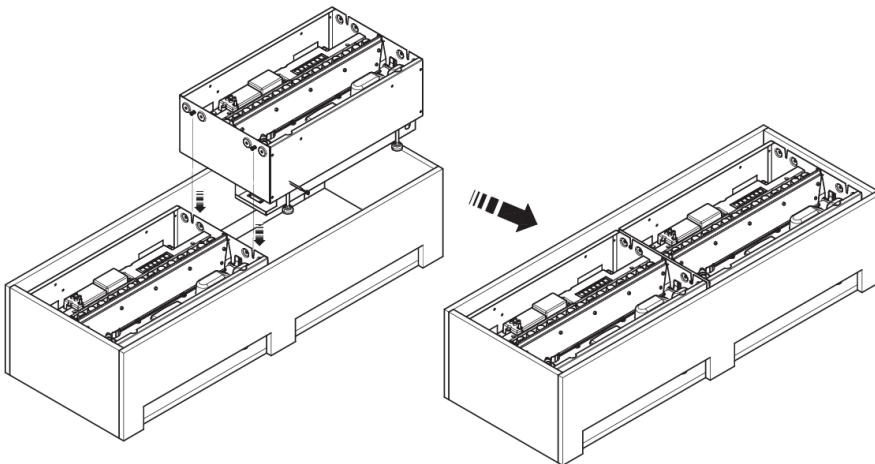

Fig. 19
2. Plaats het tweede toestel naast het eerste en zorg ervoor dat de uitstekende schroeven van het tweede toestel in de sleuven van het eerste grijpen. (afb. 19)